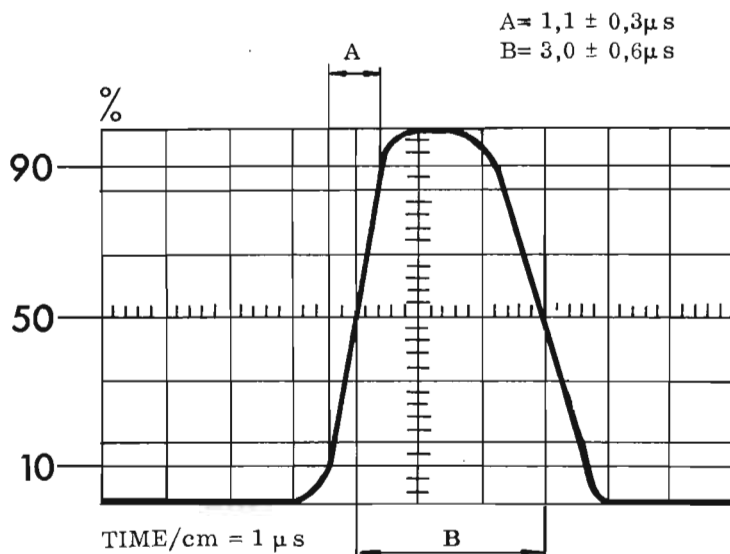

Bild 1
2. 3. Pulsens framkant, mellan 10-90% , får inte jitttra mer än 0,2  $\mu$ s avläst vid 50% av pulsamplituden. Pulsens amplitud får jitttra max 1 skd. Se bild 1.